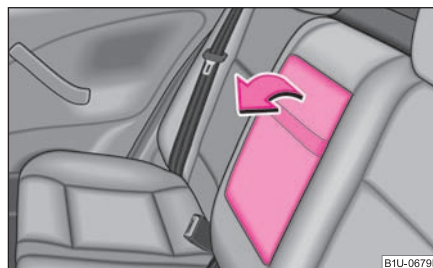

Fig. 91 Asientos traseros: Apoyabrazos
- El apoyabrazos puede abatirse con ayuda del cinturón en sentido de la flecha ⇒ fig. 91.
- En el apoyabrazos se encuentra un compartimento guardaobjetos. Pulse la tecla en sentido de la flecha (1) y abra el portaobjetos en sentido de la flecha (2). ■